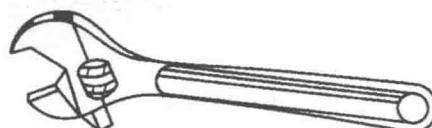

图 1-5 活扳手
(5) 活扳手(如图 1-5)。活扳手的开口宽度可调节,能在一定范围内变动尺寸。其优点是遇到不规则的螺母或螺栓时更能发挥作用,故应用较广。使用活扳手时,扳手口要调节到与螺母对边贴紧;扳动时,应使扳手可动部分承受推力,固定部分承受拉力,且用力必须均匀。